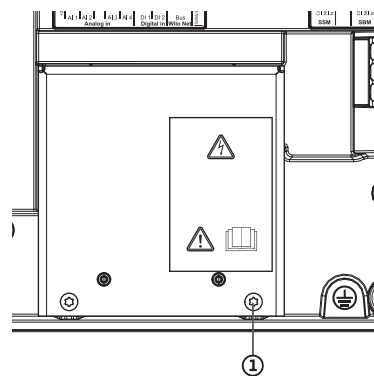

Fig. 114: Chapa de proteção de compatibilidade eletromagnética
4. Soltar os parafusos da chapa de proteção de compatibilidade eletromagnética (Fig. 114, pos. 1) e retirar a chapa de proteção.